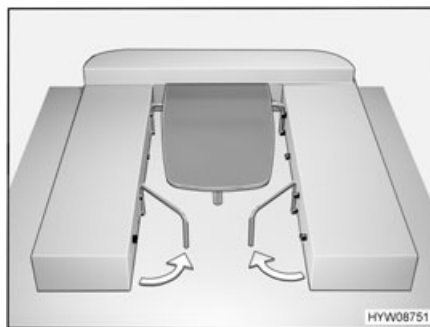

Fig. 59 Preparazione per la trasformazione dei letti
- Sganciare le due staffe di supporto dal vano sedile sinistro e destro e ruotarle di circa 45° come illustrato nella Fig. 59.